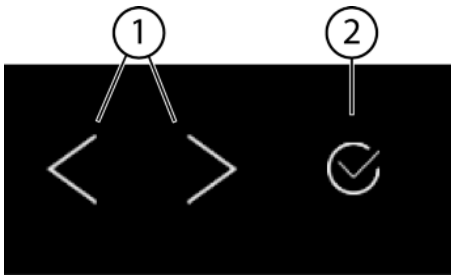
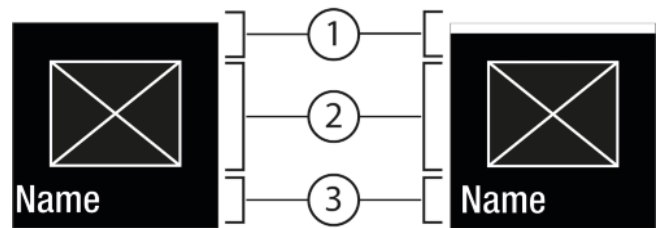
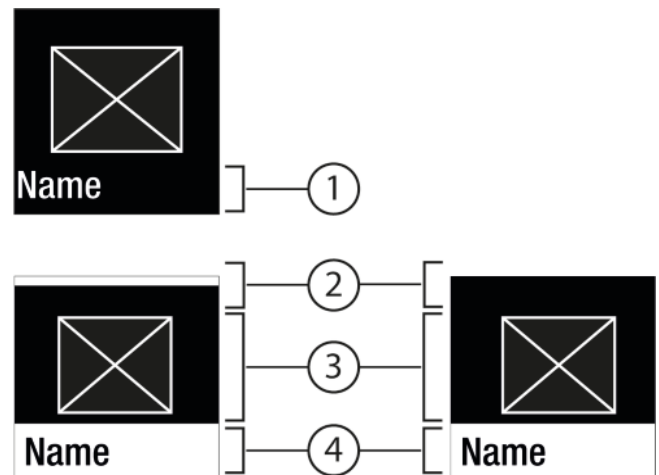

Fig. 5
Fig. 6
Fig. 7
- (1) Стрелка за навигация ляво / дясно (2) Потвърждаване
Стрелка за навигация ляво / дясно Fig. 5 (1):
Потвърждаване Fig. 5 (2):
- Навигиране със стрелка за навигация ляво / дясно Fig. 5 (1).
- С Потвърждаване Fig. 5 (2) функцията / настройката се активира Fig. 6 (1) / деактивира Fig. 6 (1).
- С Потвърждаване Fig. 5 (2) се извиква подменюто Fig. 7 (4).
- Настройване на нова стойност: С Потвърждаване Fig. 5 (2) изберете деактивирана стойност Fig. 6 (1).
- Обратно в менюто: С Потвърждаване Fig. 5 (2) изберете вече активираната стойност Fig. 6 (2).
- ▶ Натискайте стрелките за навигация Fig. 5 (1) дотогава, докато се покаже функцията.
- ▶ Натиснете Потвърждаване Fig. 5 (2).
- ▶ Със стрелките за навигация Fig. 5 (1) изберете стойността за настройка.
- ▷ Състояние: активирано Fig. 6 (1) се появява за кратко в подменюто Fig. 7 (4).
- ▶ Натискайте стрелките за навигация Fig. 5 (1) дотогава, докато се покаже Настройки .
- ▶ Натискайте стрелките за навигация Fig. 5 (1) дотогава, докато се покаже желаната настройка.